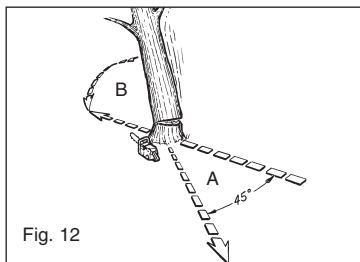

Fig. 12
AVERTISSEMENT: Il est nécessaire de prévoir une retraite (A) sûre, libre de tout obstacle avant d'entreprendre la coupe de l'arbre. Le chemin de dégagement devrait être situé à l'arrière et en diagonale de la direction de chute prévue; voir Figure 12.
AVERTISSEMENT: Lorsque le trait d'abattage se rapproche de la charnière, l'arbre devrait commencer à tomber. A ce moment, enlever la tronçonneuse de la coupe, arrêter le moteur, déposer la tronçonneuse, et quitter les lieux, utilisant votre voie de retraite (Figure 12).